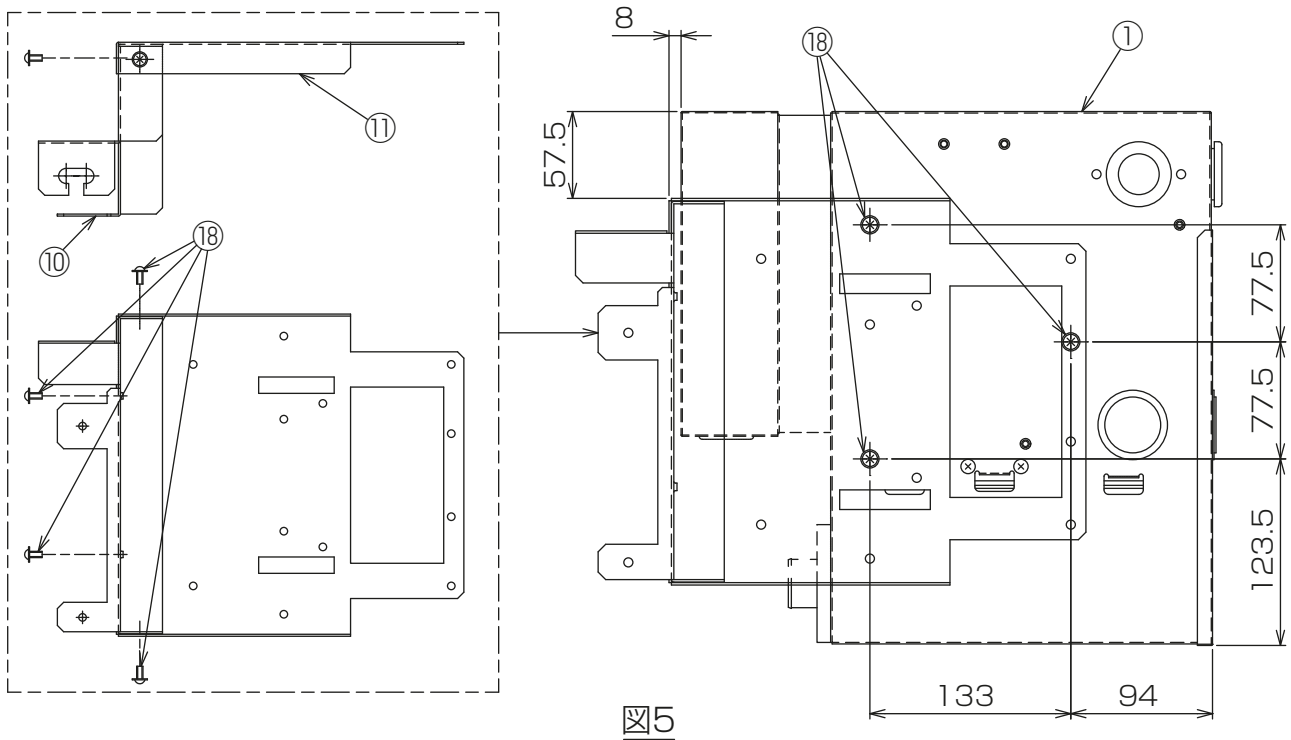

図5
(1)品番⑩取付板1と品番⑪取付板2を品番⑱座付タッピンネジ5×10(4本)にて組立て、品番①ドレンアップメカに品番⑱座付タッピンネジ5×10(3本)にて取付けてください。[図5]